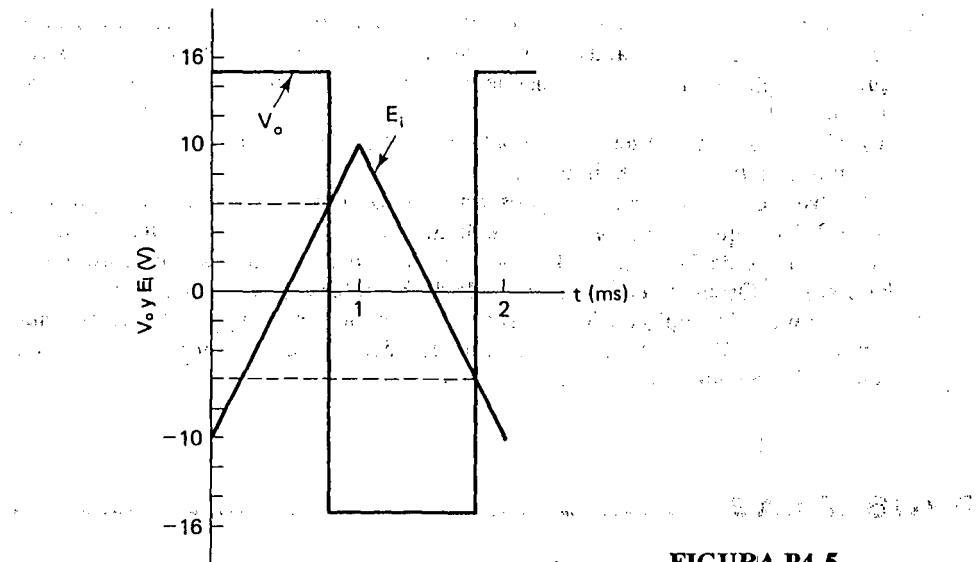

FIGURA P4-5
- 4-5.** Con las formas de onda de E_i en función de t y de V_o contra t en la figura P4-5, identifique (a) la frecuencia de E_i ; (b) la amplitud pico de E_i ; (c) el valor de V_{UT} ; (d) el valor de V_{LT} ; (e) V_H .